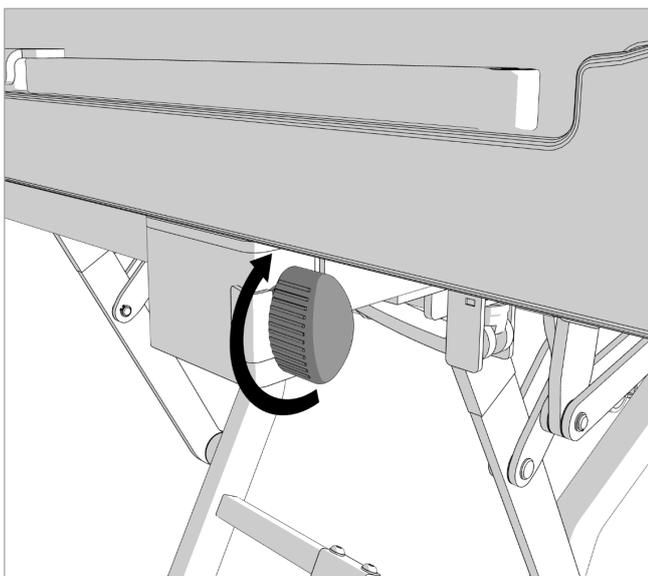

Figure 8.10
11. Serrez les volants pour fixer le pied de lit dans ses supports, comme indiqué à la Figure 8.10. Le fait de ne pas serrer les volants peut présenter un danger lors du déplacement du lit.